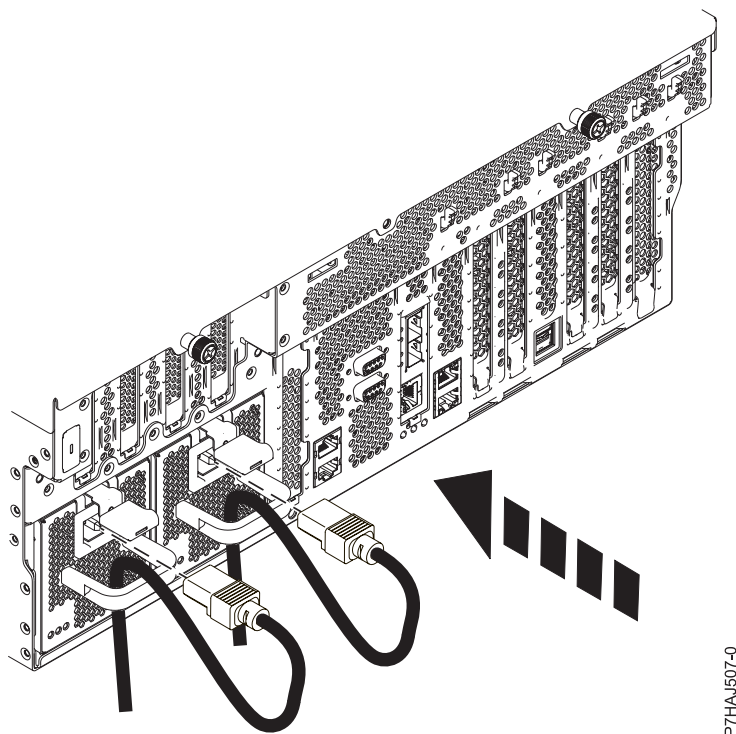

Abbildung 19. Netzkabel anschließen und verlegen
2. Stellen Sie sich vor die Rückseite der Systemeinheit und führen Sie das Netzkabel des Systems durch die Kabelhalterung (siehe Abb. 19 auf Seite 23).